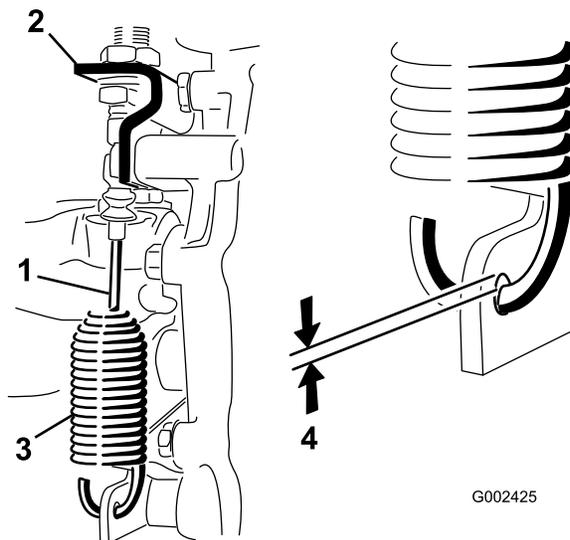

Рисунок 46
2. Ослабьте контргайки, которые крепят тросик блокировки дифференциала к кронштейну на мосту с коробкой передач (Рисунок 46).